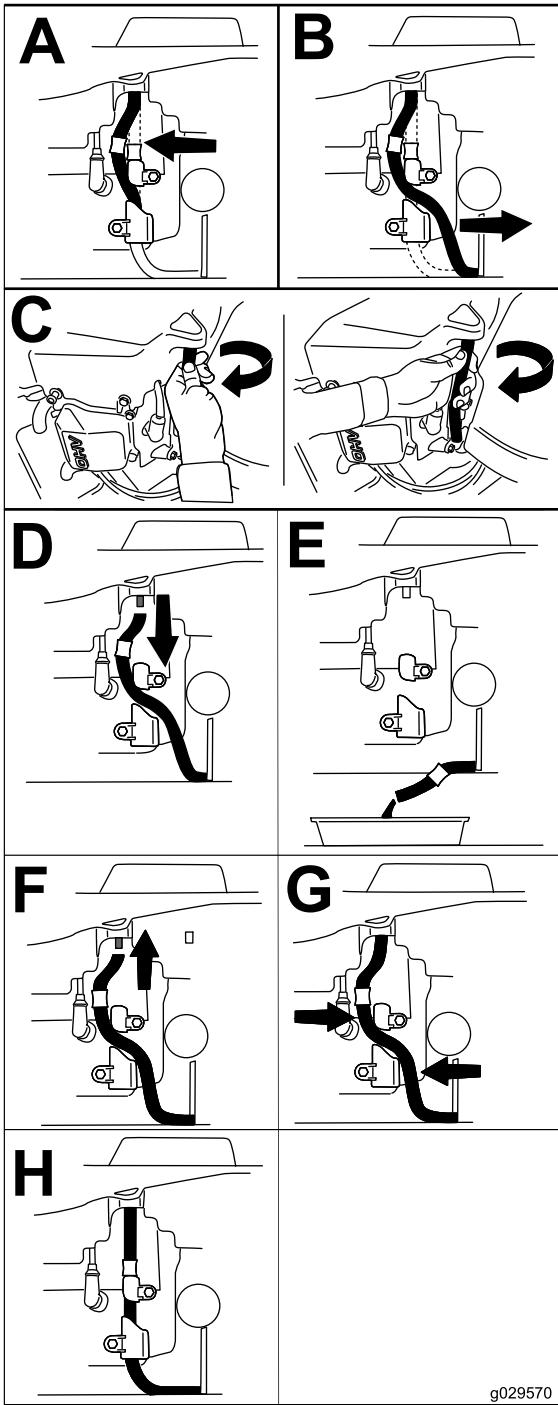

Bild 45
- Lassen Sie das Öl vom Motor ab (Bild 45).